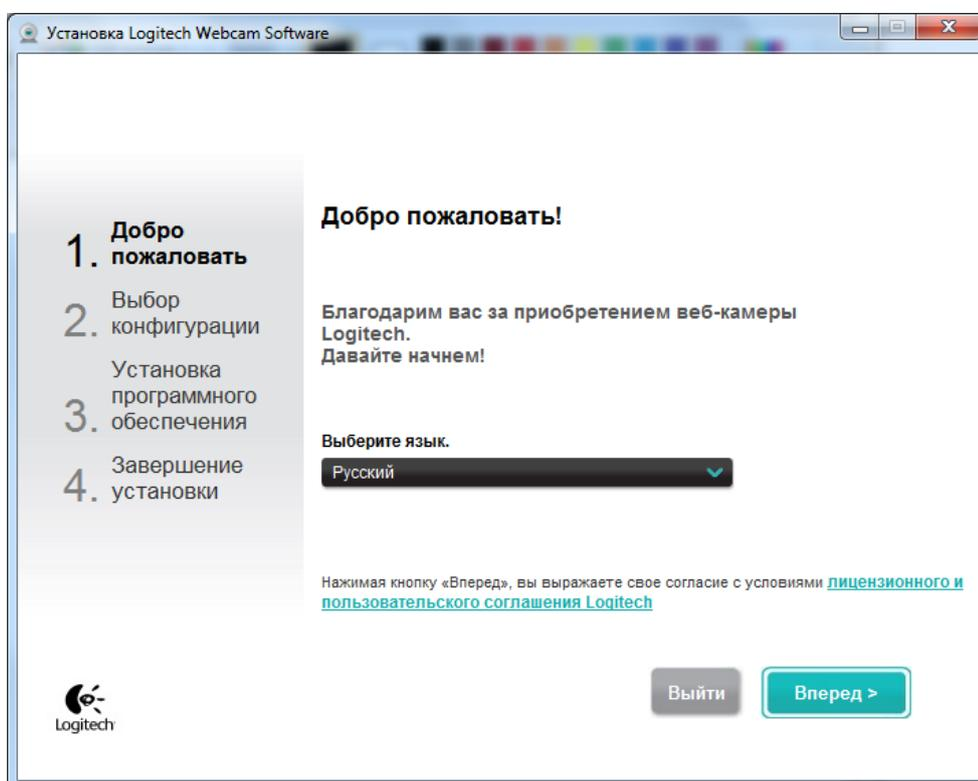

Рисунок 15.1
2. Дождаться появления окна (Рисунок 15.1) После прочтения лицензионного соглашения продолжить установку, нажав «Вперед»